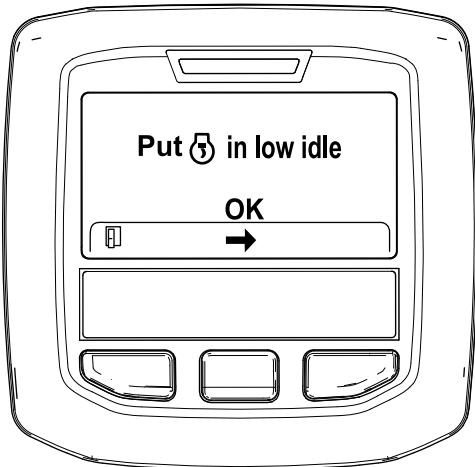

Figura 46
- Mueva el control del acelerador a la posición de RALENTÍ BAJO y pulse el botón central (Figura 46).